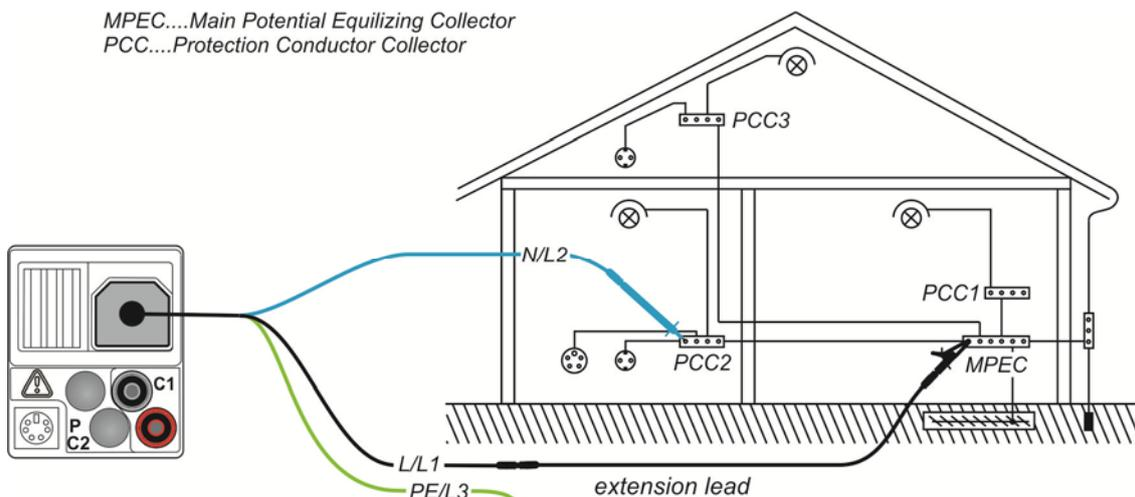

Abbildung 5.12: Anschluss der Dreileiter-Prüfleitung plus optionale Verlängerungsleitung
- ❑ **Schließen Sie** die Prüflingleitungen an die entsprechenden PE-Anschlüsse (siehe *Abbildung 5.12*).